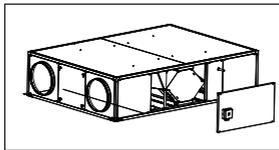

Fig. 5
7. Volver a colocar el by-pass en su alojamiento (fig.5), cerrar el panel y poner en marcha la unidad